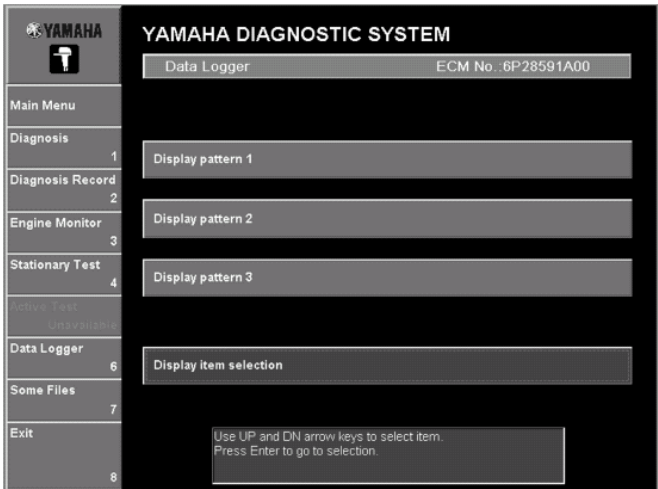

Рис. 121
3. Чтобы выбрать элементы графика, щелкните **Выбор элемента отображения (Display item selection)** или нажмите клавиша курсора вверх или вниз на клавиатуре, чтобы выбрать это и нажмите клавишу Enter. (Рис. 121)